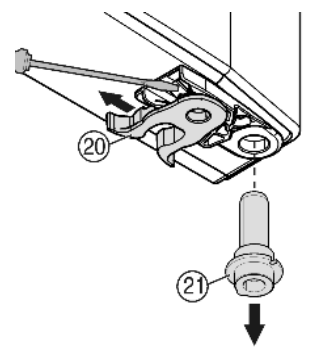

Fig. 8
- Přemístěte pružinovou svorku Fig. 8 (20): Stiskněte nos zářezky, přes ni stáhněte pružinovou svorku.
- Vytáhněte ložiskový čep Fig. 8 (21) z dveřní objímky a nasadte spolu s podložkou na protější stranu. Nos zářezky musí ukazovat k vnitřní straně dveří, zářez k vnější straně.
- Nasadte dveře dole a ložiskový čep Fig. 8 (21) do stojanu ložiska. Příp. ložiskovým čepem otáčejte tak, aby mohl zaskočit do západky.